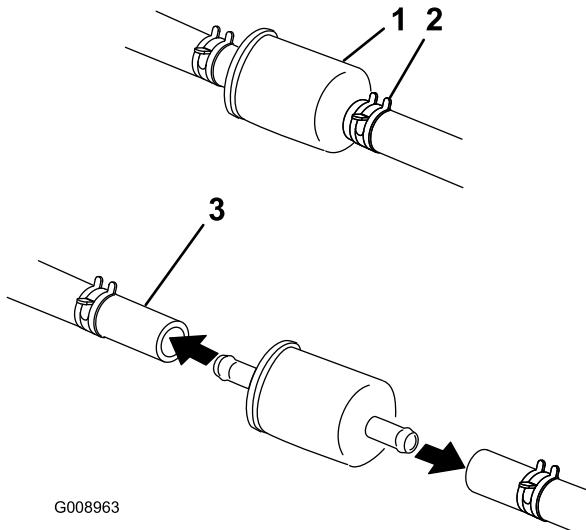

Bild 57
5. Schließen Sie den Kraftstoffhahn unter dem Sitz (Bild 57).
6. Drücken Sie die Enden der Schlauchklemmen zusammen und schieben Sie sie vom Filter weg (Bild 57).
8. Setzen Sie einen neuen Filter ein und schieben Sie die Schlauchklemmen an den Filter heran (Bild 57).